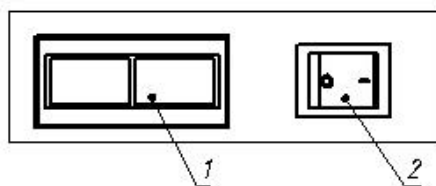

Рис. 2.
Температура охлаждаемого объёма витрины отображается на дисплее (1), кнопка (2) служит для включения/отключения освещения витрины (рис. 2.).